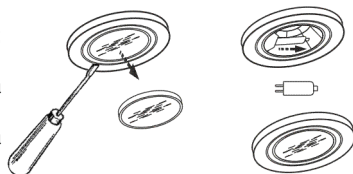

рис. 11
8.5 Замена галогенной лампы (рис. 11):